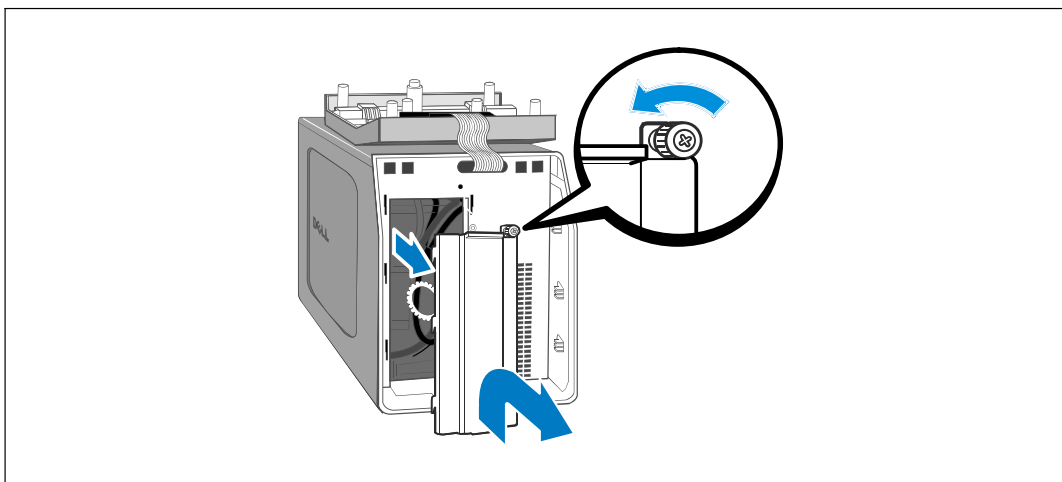

Figura 11. Cómo extraer la cubierta de la batería
- 3 Desatornille el tornillo de apriete manual de la cubierta metálica de la batería y levante para extraer la cubierta (consulte la Figura 11).